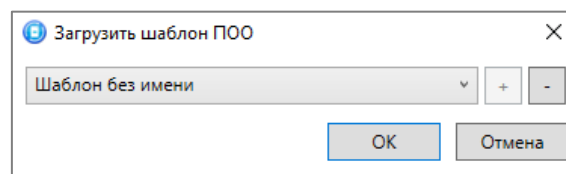

Рисунок 4.56 — Окно *Загрузить шаблон СПИ*
- *Загрузить шаблон настроек:* открытие окна *Загрузить шаблон СПИ* (см. рисунок 4.56), с помощью которого может быть сконфигурирован контроллер по предварительно созданному шаблону. Для того чтобы применить шаблон, выберите его в списке и нажмите кнопку *ОК*. Для того чтобы удалить один из сохраненных шаблонов, выберите его в списке и нажмите кнопку .